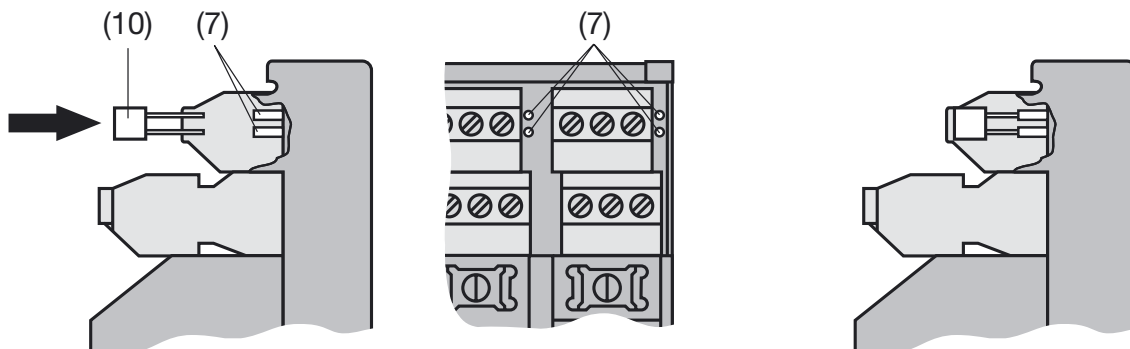

Bild 6. Kompensations-Widerstand Ni 100 (10) in Steckanschluss (7) auf dem Geräteträger einstecken.
Ni 100 (10) mit geeigneter Pinzette fassen und Anschlussdrähte in den Steckanschluss (7) einführen (Bild 6).
² Ni 100 gemäss Bild 6 dieser Betriebsanleitung einsetzen